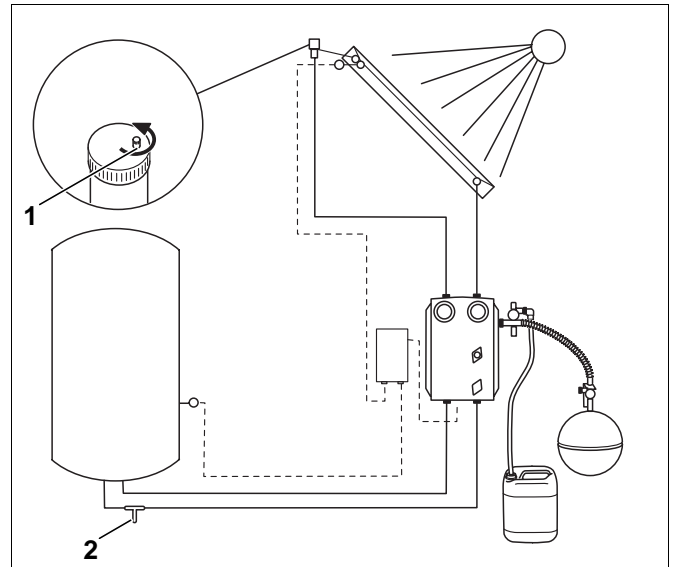

Abb. 17 Rohrleitungen – Druckprobe
- Drehen Sie die Absperrschraube auf dem Entlüfter (Abb. 17, **Pos. 1**) um mind. zwei Umdrehungen auf, damit die Luft entweichen kann.
- Anlage mit Leitungswasser über den FE-Hahn an der Rücklaufleitung des Speichers füllen (Abb. 17, **Pos. 2**).